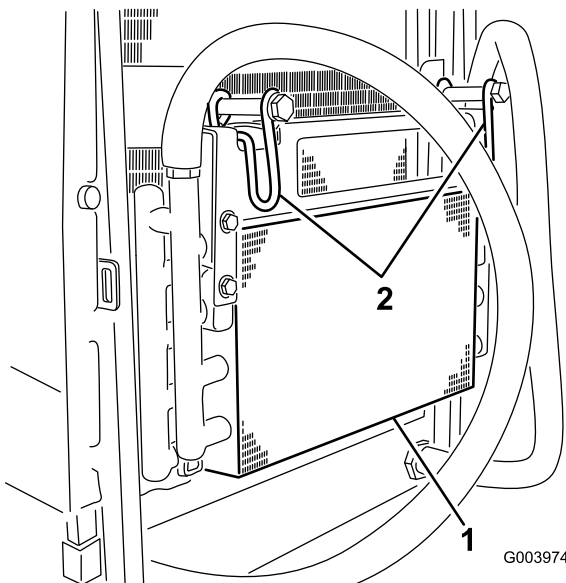

Figura 52
6. Girate il fermo verso l'interno per rilasciare il radiatore dell'olio (**Figura 52**).